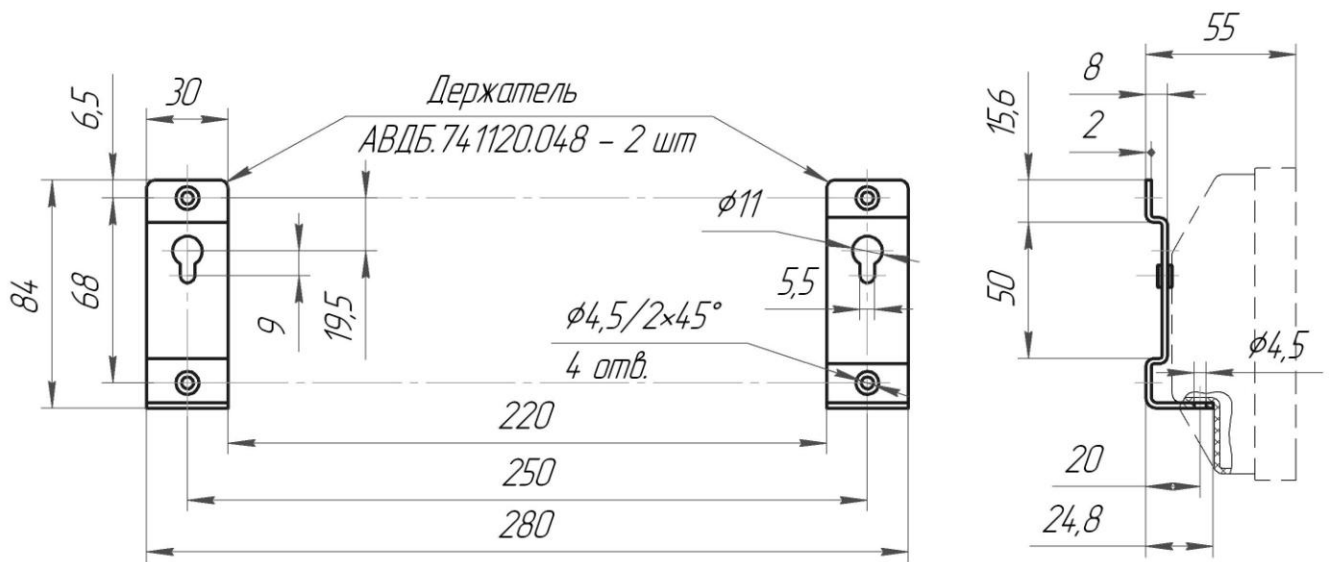

Рис.3 Монтажные размеры установки держателей
Держатели предварительно устанавливаются на вертикальную поверхность (см. рис.3) и фиксируются через группу отверстий Ø4,5/2x45°. При установке необходимо использовать крепежные элементы с потайной головкой.
- на штатное место в вагоне закрепить держатели, соблюдая монтажные размеры (см. рис.3) или кронштейн;